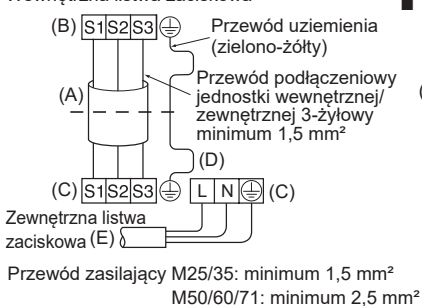

Rys. 6-1
6.1. Jednostka zewnętrzna (Rys. 6-1, Rys. 6-2, Rys. 6-3, Rys. 6-4, Rys. 6-5)
(2) Podłączyć przewody zgodnie z Rys. 6-1, Rys. 6-2, Rys. 6-3, Rys. 6-4 i Rys. 6-5.